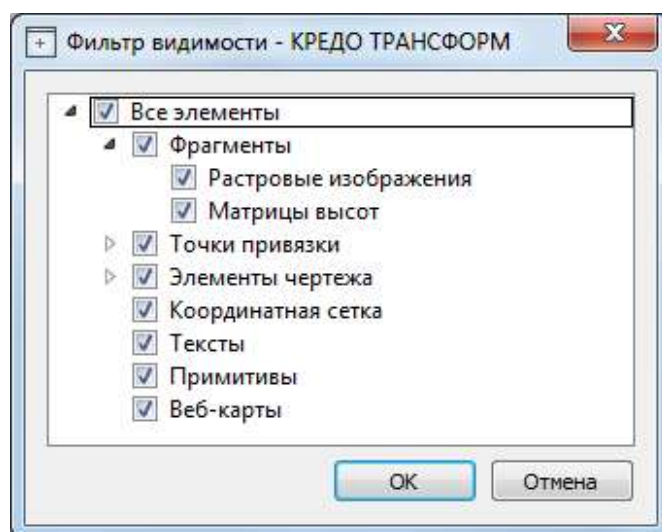

Рисунок 51
- При нажатии на кнопку **Фильтр видимости**  вызывается диалог **Фильтр видимости** (см. рис. 51). Аналогичный диалог вызывается командой **Фильтр видимости/Изменить текущий фильтр**.